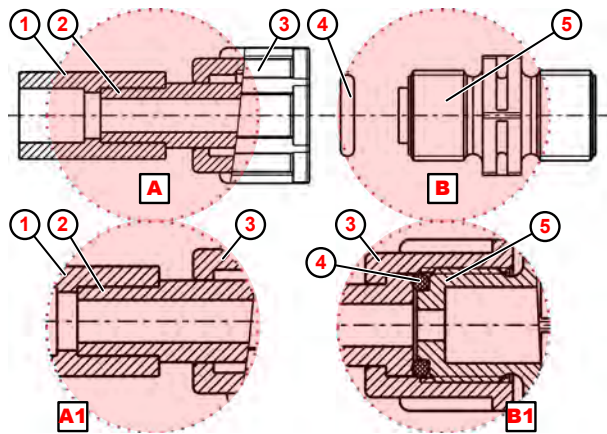

Fig. 10: Conexión de tubo con unión soldada
1. ➤ Soldar la unión soldada ( Fig. 10 , ① ) con la conexión de manguera.
2. ➤ Colocar la junta tórica ④ en la ranura de la válvula de descarga o aspiración ⑤ .
3. ➤ Apretar la tuerca de unión ③ (detalle **B1** ).